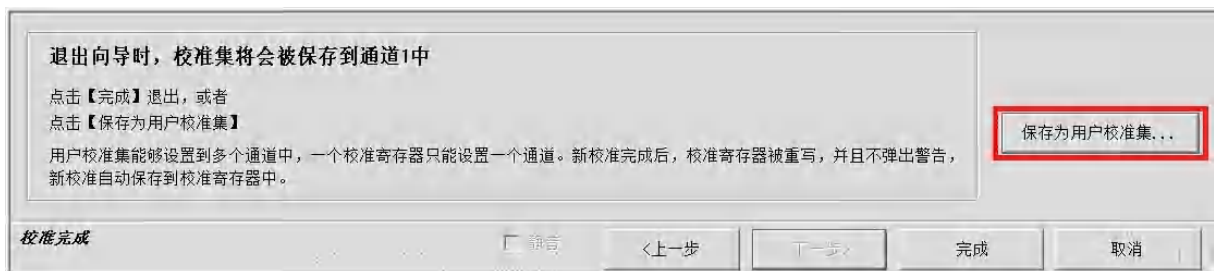

图7.9 保存用户校准集页面
- 7) 所有校准完成后点击**校准**对话框的[下一步]，进入图 7.9 保存用户校准集页面。